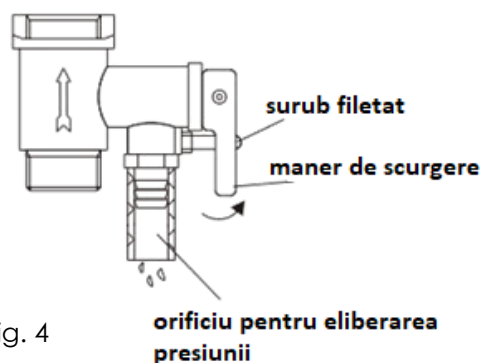

Fig. 4
- (1) deconectați boilerul de la rețeaua electrică;
- (2) pentru a evacua apa din rezervorul interior, desurubați șurubul filetat de pe supapa de siguranță multifuncțională și ridicați manerul de scurgere în sus. (vezi Fig.4)